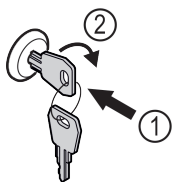

Fig. 46 Príklad zobrazenia
- ▶ Zatlačte kľúč Fig. 46 (1).
- ▶ Otočte kľúč o 90° v smere hodinových ručičiek Fig. 46 (2).